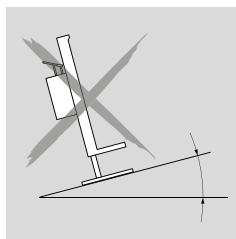

Fig. 4.1
- Vær opmærksom på stabilitet. Må kun bruges på en sikker, vandret og skridsikker undergrund (fig. 4.1). Brug om nødvendigt egnede underlag.